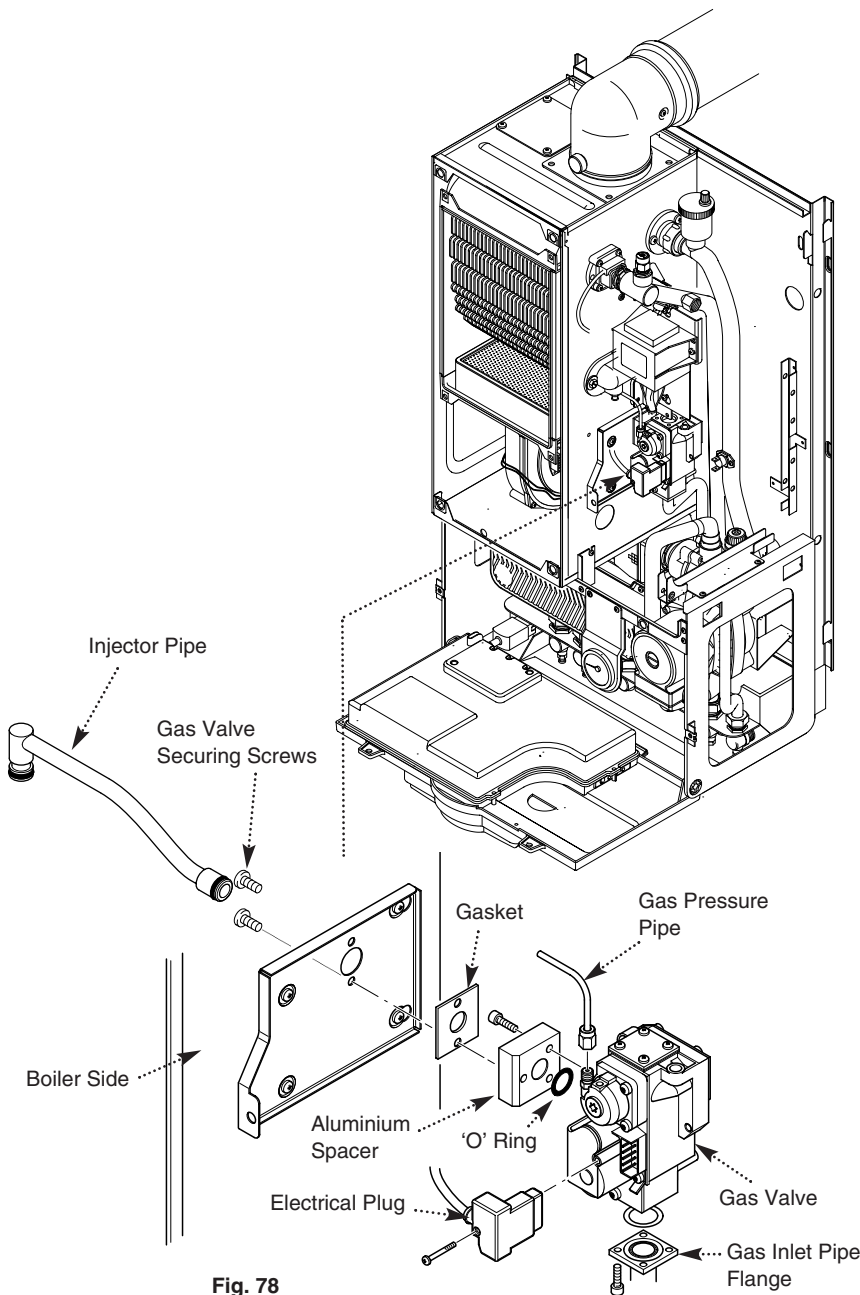

Fig. 78
13.22 Injector Pipe (Fig. 78)
13.23 Gas Valve (Fig. 78)